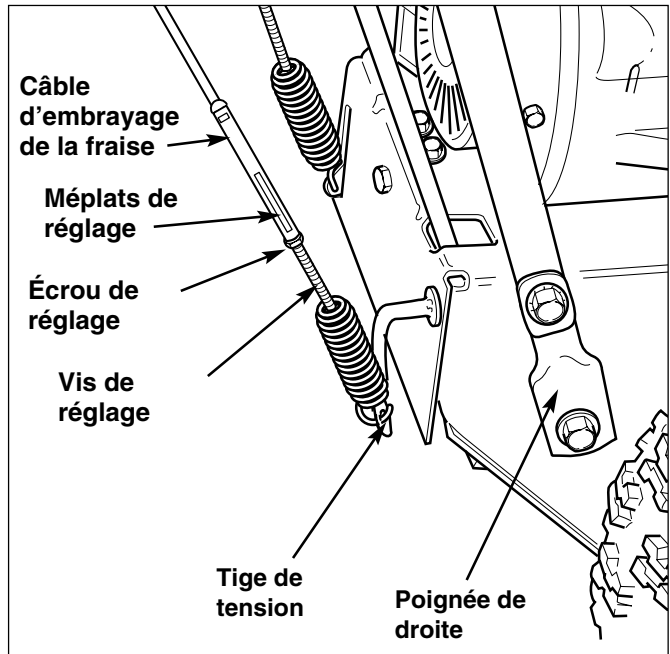

Figure 20. Réglage de la tige d'embrayage de l'entraînement de la vis sans fin
1. Desserrer l'écrou de réglage (Figure 20) en tenant les méplats de réglage et en tournant l'écrou de réglage.